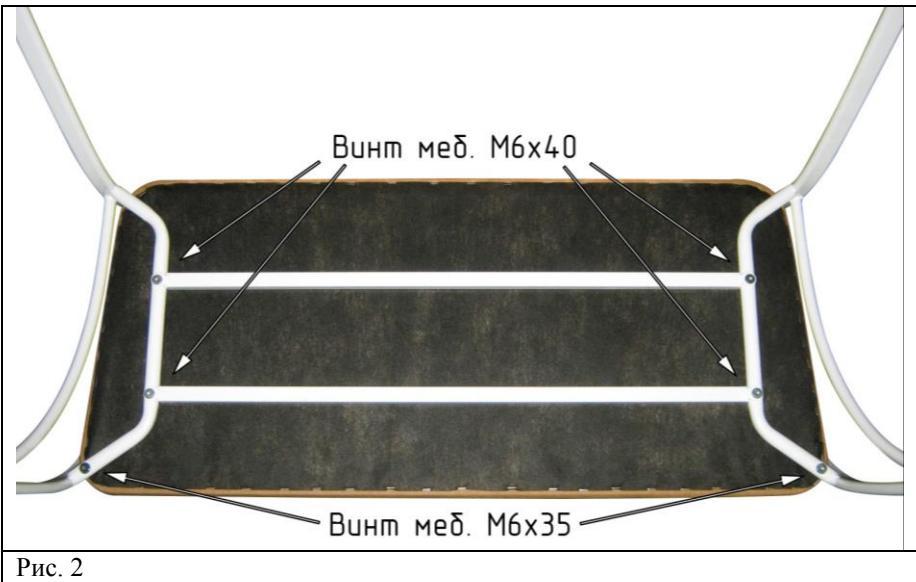

Рис. 2
3. При помощи Г-образного ключа вкрутить два винта M6x35 (см. рис. 2, 3).
4. Установить два соединительных профиля (рис. 2, 4), закрепить четырьмя винтами M6x40 (рис. 2, 5). **Винты не затягивать!**